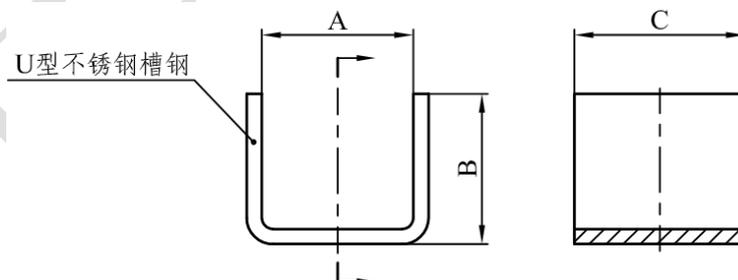

图 5 U 型槽钢加工示意图
1) 选择尺寸较高的纵梁或横梁, 测量其宽度, 选用市场上的 U 型不锈钢槽钢, 槽钢的内部宽度 A 应略大于井盖横梁的宽度, 将槽钢截成长度为 C 的小段 (如图 5 示, 尺寸 C 应小于井盖上交错的纵横梁之间的缝隙宽度, 以保证 U 型槽钢能插入到井盖横梁上)